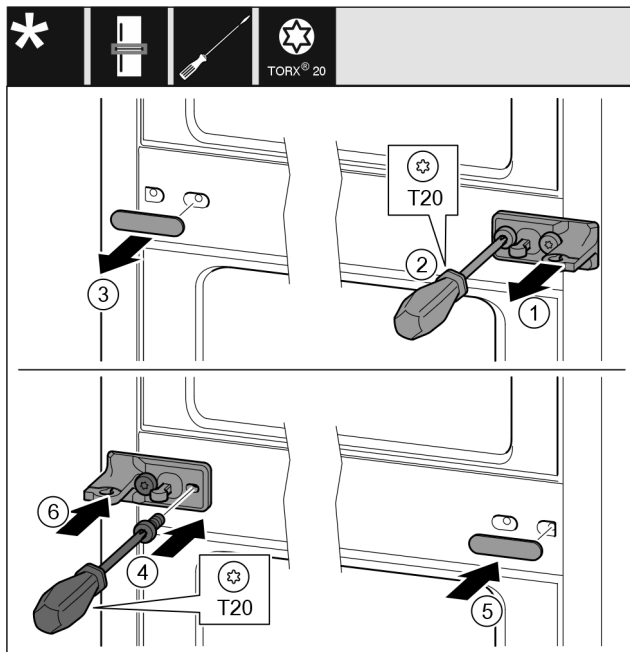

Fig. 12
- Træk skiven Fig. 12 (1) af.
- Skru skruerne Fig. 12 (2) ud med en skruetrækker.
- Træk forsigtigt afdækningen Fig. 12 (3) af.
- Skru hængslet med folie Fig. 12 (4) fast på den anden side, drejet 180°.
- Påsæt afdækningen Fig. 12 (5) på den anden side, drejet 180°.
- Skub skiven Fig. 12 (6) på for forsiden.